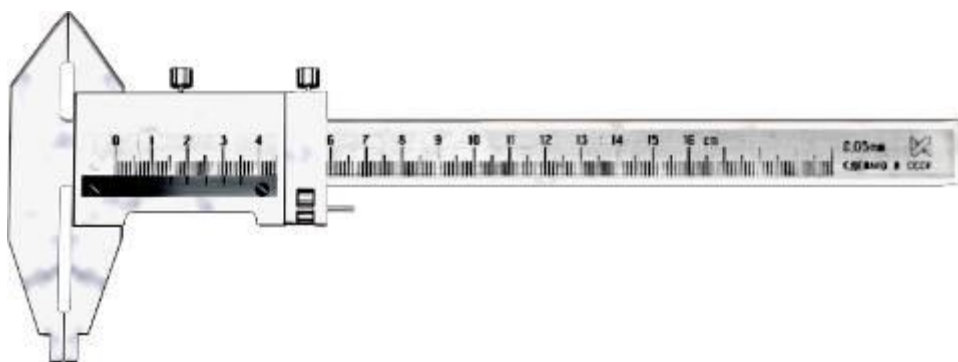

Рис. 9. Штангенциркуль
8. Вытащить образец, и положить его на стол для замера (две половинки образца лягут друг к другу, образуя «целый» образец). Замер будет производиться при помощи штангенциркуля (рис. 9);